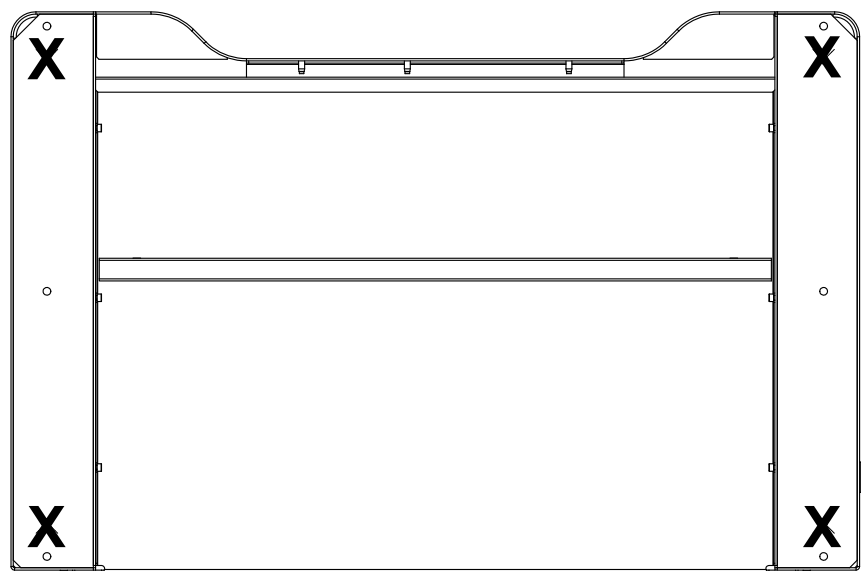

Figura 26. Ubicación de las patas del bastidor en la parte inferior del bastidor
7. Localice las patas del bastidor que se retiraron previamente para fijar el bastidor a la plataforma de transporte. Retire los soportes tubulares de la parte trasera de la base del bastidor e instale las patas del bastidor en las ubicaciones indicadas en la Figura 26 en la página 87.